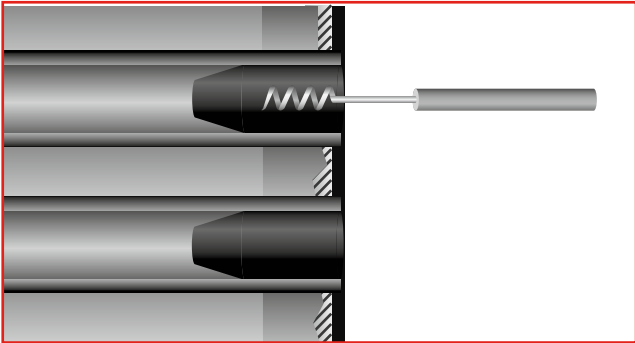

Figura 38. Retire los tapones con un extractor.
**6 Espere** por lo menos 18 horas después de haber colocado el recubrimiento antes de retirar los tapones. Entonces tome un extractor de tapones o unas pinzas largas y retire todos los tapones de hule. (Vea la figura 38).